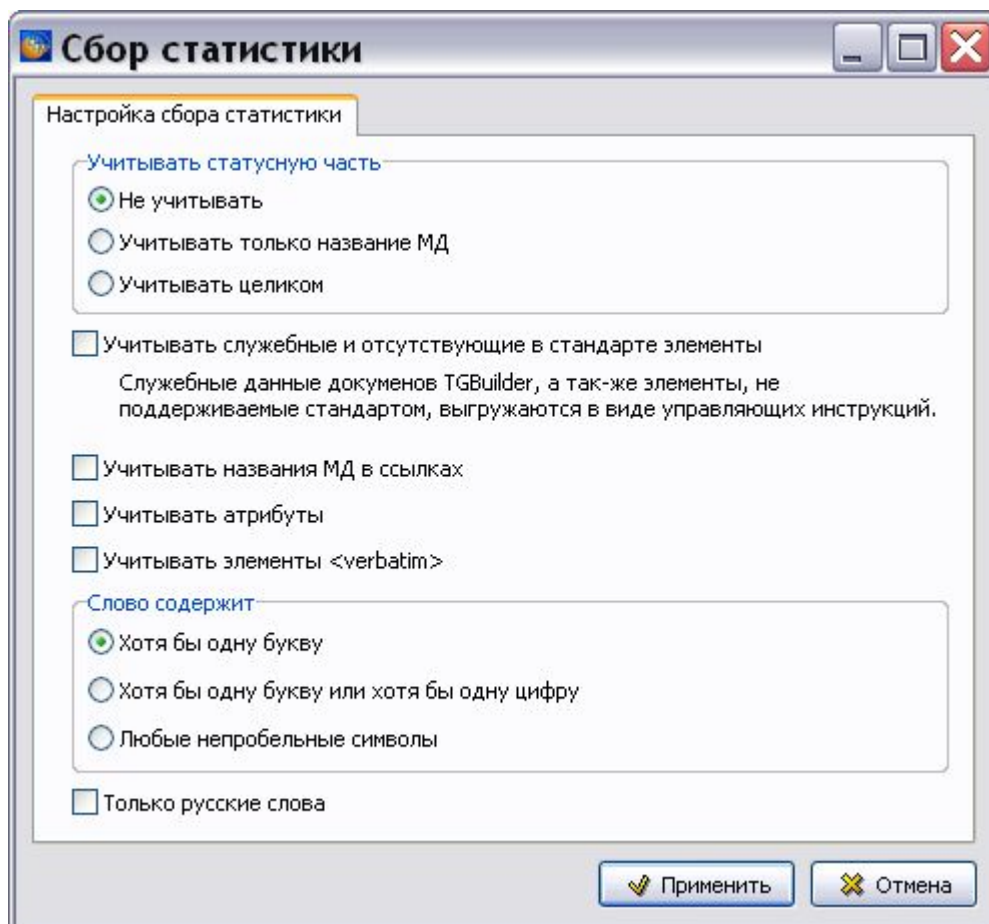

Рис. 8.239
4. В окне **Анализ** нажмите на кнопку **Применить**. В окне **Сбор статистики** укажите параметры сбора статистики (Рис. 8.239).